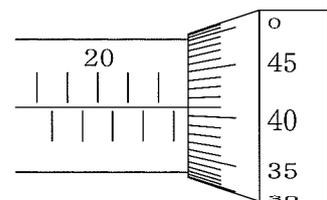

図6
(3) この部品をマイクロメータで測定したところ、図6のようになった。このときの寸法を解答用紙の (e) 欄に、小数第2位まで記入しなさい。